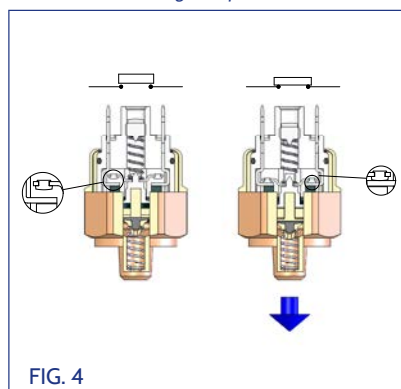

FIG. 4
- Nella versione NORMALMENTE APERTA (N.O.) Fig. 1 (Fig. 4 per il vuoto), il contatto si presenta aperto, ossia non esiste passaggio di corrente in assenza di pressione. Al raggiungimento della pressione di taratura il contatto elettrico si chiude.
- In the NORMALLY OPEN (NO) version shown in Fig. 1 (Fig. 4 for vacuum) the contact is open, i.e. no current flows through it in the absence of pressure. When the set pressure is reached, the electric contact closes.